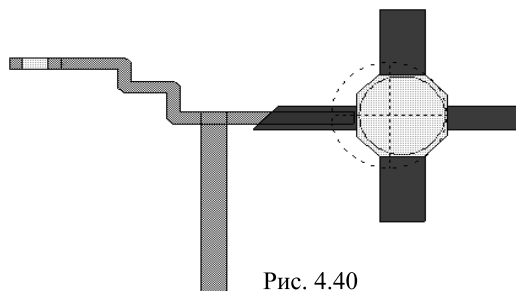

Рис. 4.40
8. Щёлкните мышкой по значку **Snap Together** на панели инструментов. Вся топология будет соединена (рис. 4.40).